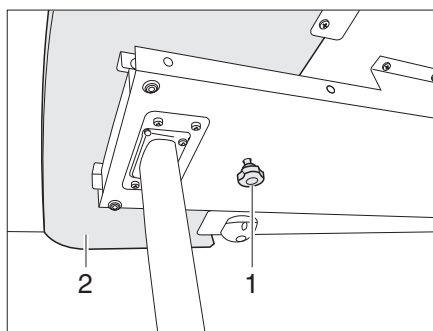
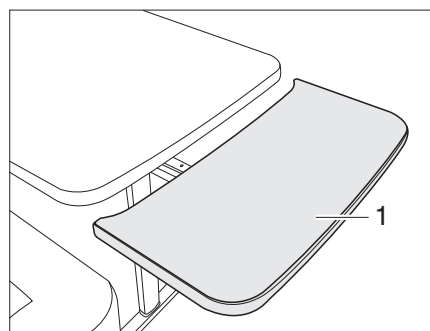

Fig. 94 Bloccaggio della prolunga del piano del tavolo
Fig. 95 Prolunga del piano del tavolo
- Svitare la vite a testa cilindrica zigrinata (Fig. 94,1).
- Estrarre la prolunga del piano del tavolo (Fig. 94,2) fino all'arresto (Fig. 95).
- Portare l'estensione del piano del tavolo (Fig. 95,1) verso l'alto formando un arco. L'estensione del piano del tavolo si trova al livello del piano del tavolo.
- Estrarre la prolunga del piano del tavolo (Fig. 95,1) fino all'arresto del piano del tavolo e premere verso il basso contro le molle di sostegno. La prolunga del piano del tavolo si abbassa formando un arco (Fig. 95).
- Stringere la vite a testa cilindrica zigrinata (Fig. 94,1).